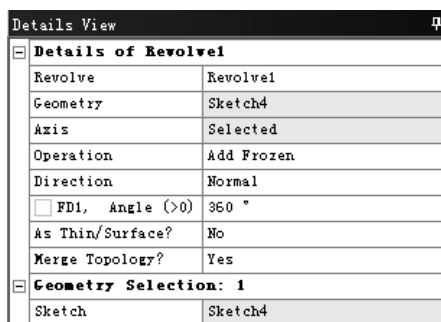

图 3.13.21 “Details View”对话框
(2) 在工具条中单击  Revolve 按钮，弹出图 3.13.21 所示的“Details View”对话框；使用草图 4 作为截面，定义竖直轴线为旋转轴，在 Operation 下拉列表中选择 Add Frozen 选项。单击工具条中的  Generate 按钮，完成旋转特征 2 的创作。